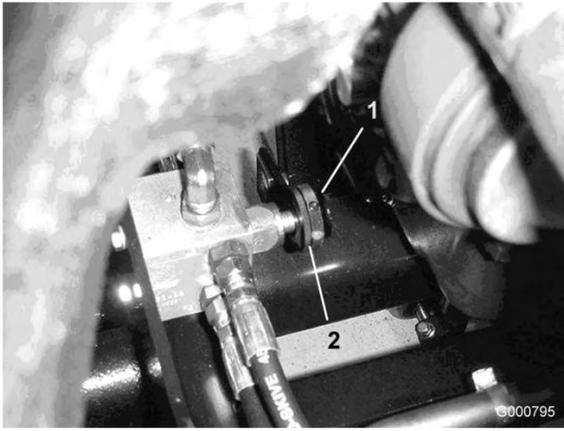

Figure 90
5. Localisez la valve devant l'essieu arrière des plateaux de coupe (Figure 90).
6. Desserrez la bague de fixation du bouton (Figure 90).